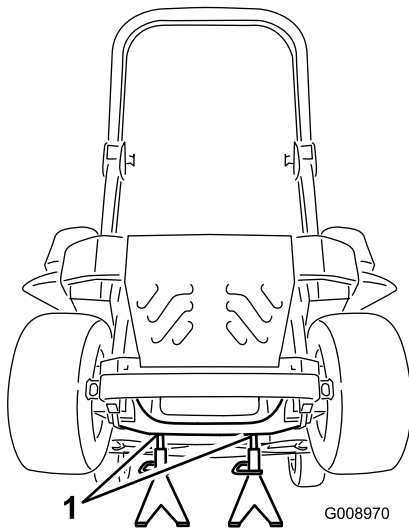

Figura 100
3. Levante la máquina y apóyela sobre gatos fijos (Figura 100).
9. Retire los gatos fijos y baje la máquina (Figura 100).